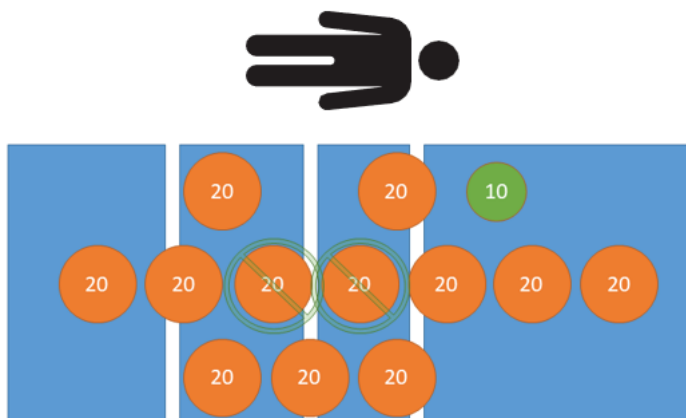

Figura 32 – Test tară - 210 kg net
7. Folosind greutăți calibrate, așezați 210 kg pe produs (Figura 32).